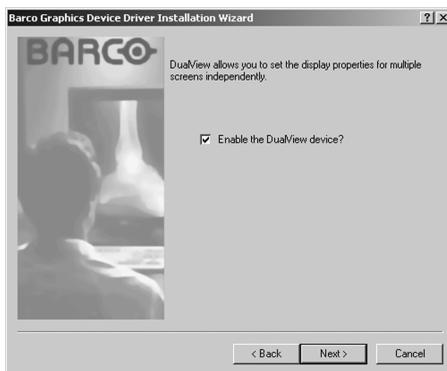

Figure 20
7. La selezione effettuata dall'utente nella schermata "Enable DualView" (figure 20 sotto) determina se DualView sarà abilitato o meno. DualView consente a una scheda a doppia uscita video di visualizzare due desktop distinti (uno per schermo) invece di un unico desktop virtuale distribuito sui due schermi.